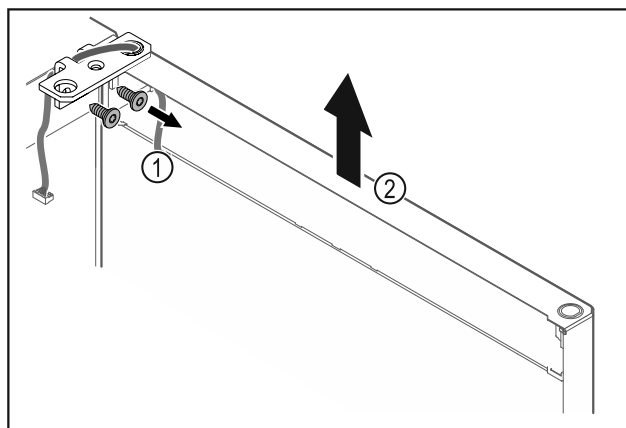

Fig. 26
- ▶ Развийте ъгъла на пантата Fig. 26 (1).
- ▶ Повдигнете вратата заедно с ъгъла на пантата Fig. 26 (2) приблизително 200 mm право нагоре и я свалете.